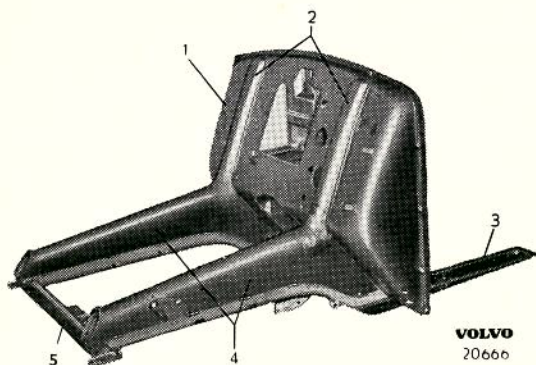

Bild 5. Mellanbräda
Mellanbrädan, 1 bild 5, utgör karossens främre tvärvägg. Botten i denna bildar pedaldurk och sidorna främre delen av torpeden. Från mellanbrädans framsida utgår två sidobalkar (4). De är framtill sammanbundna med en rörbalk (5). Baktill för-